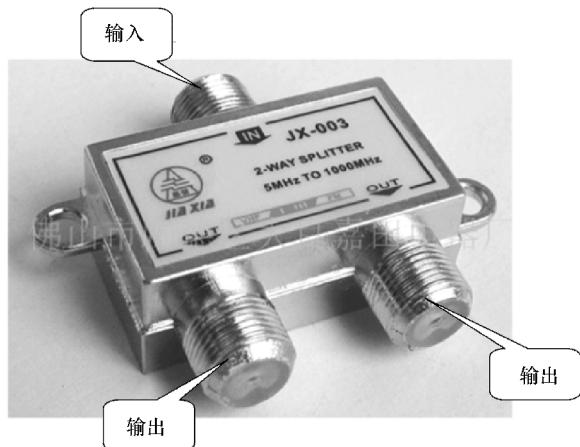

图 6-32 有线电视线分配器
2) 有线电视线从总线盒中分出来，然后与有线电视线的分配器相连接，再将有线电视线的分配器分为多根线分别输出。如图6-32所示为常见的有线电视线分配器。